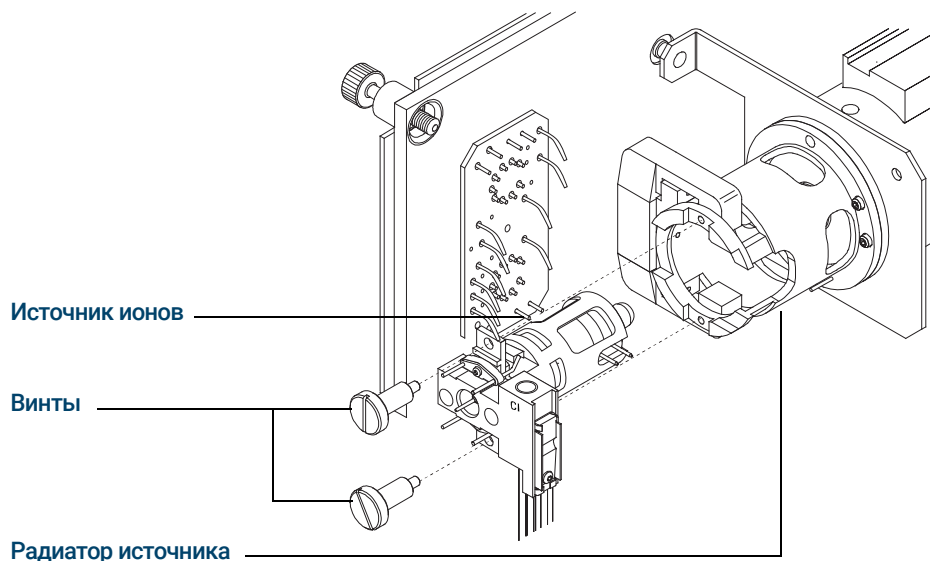

Рис. 80. Установка источника ХИ
- 3 Вставьте источник ХИ в радиатор. (См. **Рис. 80**.)
- 4 Закрутите винты. (См. **Рис. 80**.)